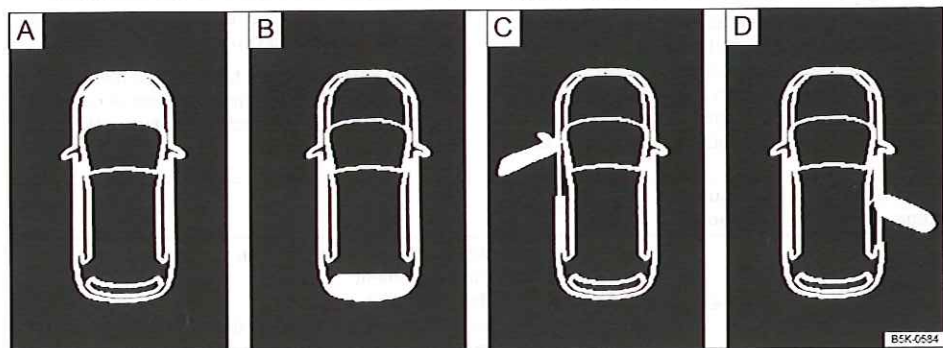

Fig. 13 A : capot-moteur ouvert, B : hayon ouvert, C : porte avant gauche ouverte, D : porte arrière droite ouverte.
- Portes, capot-moteur et hayon ouverts ⇒ **fig. 13**
Légende de la fig. 13 :